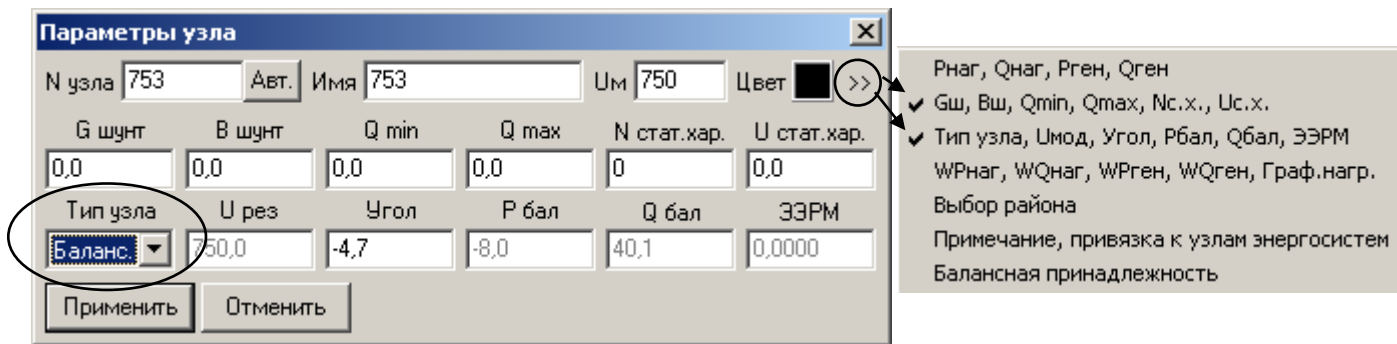

Рис.7
3. Правой кнопкой мыши щелкаем на узле 753, выбираем пункт меню "Свойства". В окне свойств узла отображаем закладки "Гш, Вш ...", "Тип узла ..." (рис.7), в поле тип узла выбираем "Баланс." (т.е. делаем узел 753 балансирующим). Если этого не сделать то после отключения ветви 752 – 753 режим сходиться не будет.